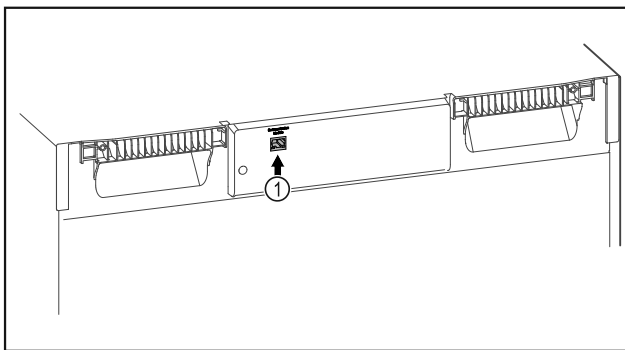

Fig. 119
- SmartModule Fig. 119 (1) naudojamas.